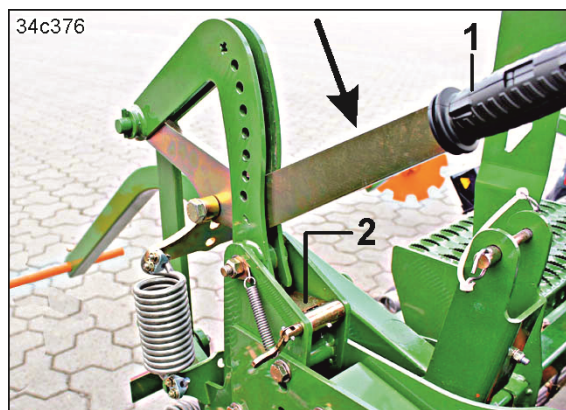

Fig. 203
4. Trykk spaken (Fig. 203/1) i pilretningen til klemplaten (Fig. 203/2) går i lås.